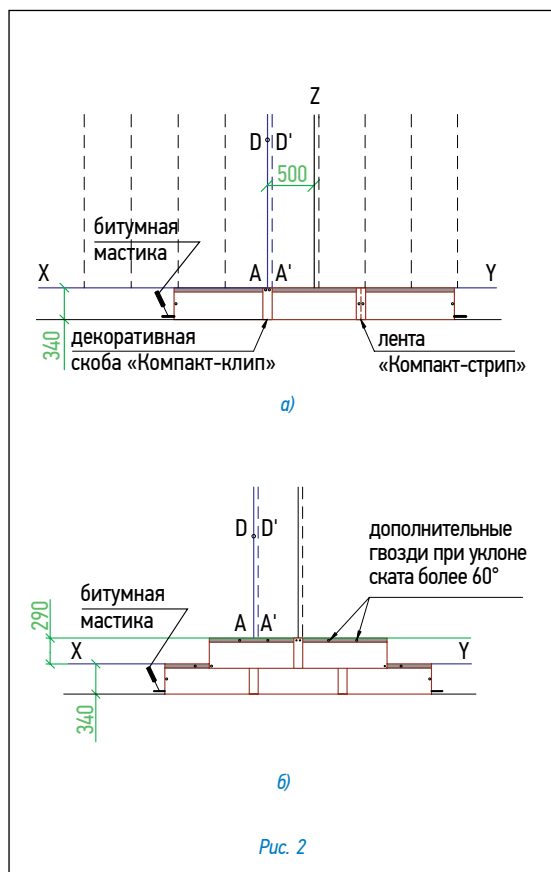

Рис. 2
### Укладка материала (рис. 2)
- листы второго ряда черепицы укладываются от линии Z, их нижний край выравнивается по линии, параллельной XY; каждый лист фиксируется двумя гвоздями в 2,5 см от нижней стороны; стыки закрываются декоративными скобами «Компакт-клип», которые также фиксируются двумя гвоздями (рис. 2б);
Каждый лист закрепляется четырьмя гвоздями в штатных местах, в соответствии с рекомендациями, приведенными выше (рис. 2б).
При укладке материала на скатах с уклоном более 60° каждый лист дополнительно фиксируется двумя гвоздями в верхней части (рис. 2б).